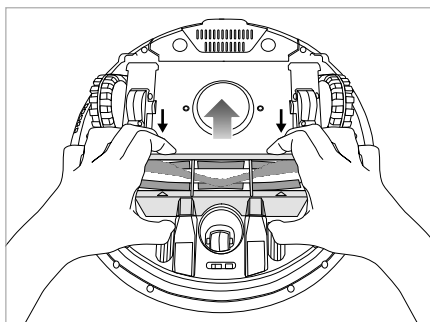

Fig. 15
- 1) Empuje la parte superior de la cubierta del rodillo de cepillos **23** hacia atrás para retirarla del aparato (consulte la fig. 15).